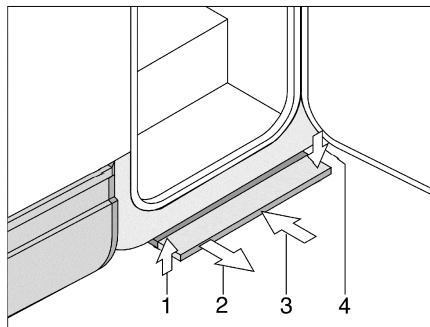

Bild 6 Mekaniskt manövrerbart fotsteg
Drag ut: ■ Drag fotsteget framåt (Bild 6,2) tills det hakar i.
Skjuta in: ■ Lyft fotsteget något (Bild 6,1).
■ Skjut in fotsteget till stoppläget under fordonsgolvet (Bild 6,3). Se till att fotsteget hakar fast ordentligt (Bild 6,4).